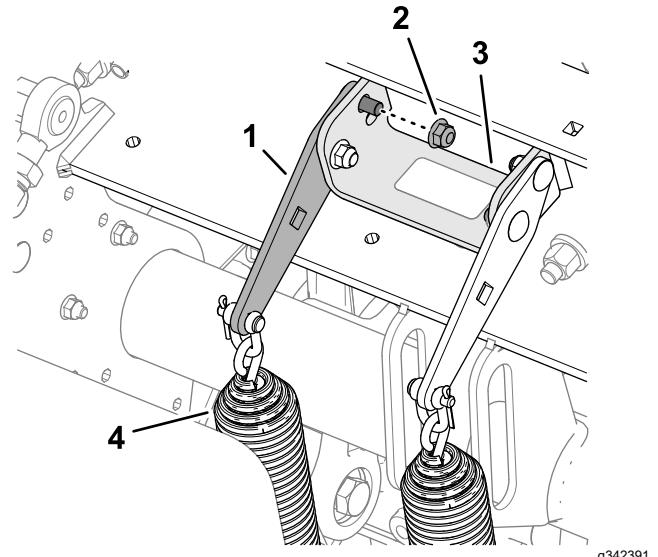

Figure 118
2. Desserrez le contre-écrou à embase avant et le boulon de carrosserie qui fixent la patte de tension du ressort au support de la tête d'aération (Figure 118).